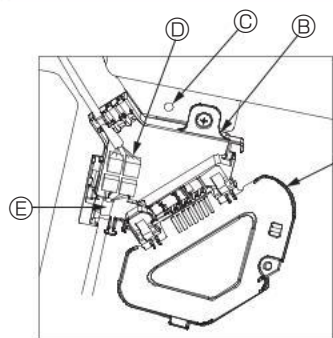

Fig. 10-8
- Ligue firmemente o conector do fio de junção do motor de palhetas e o conector do fio do motor de palhetas do painel na caixa de conexão. (Fig. 10-8) Existem dois conectores do motor de palhetas: um conector azul e um conector cor de laranja. Certifique-se de que as cores dos conectores coincidem quando os ligar.